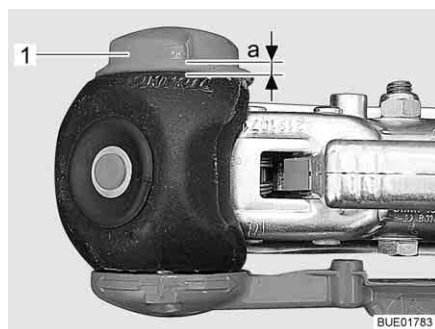

Fig. 208 Control de desgaste
- Girar la ruedecilla (Fig. 208,1) hasta comprobar que la limitación de par emita un sonido audible. Sentido de rotación: de las agujas del reloj.
- Distancia  $a > 0$  (Fig. 208): Desgaste dentro del margen permitido.